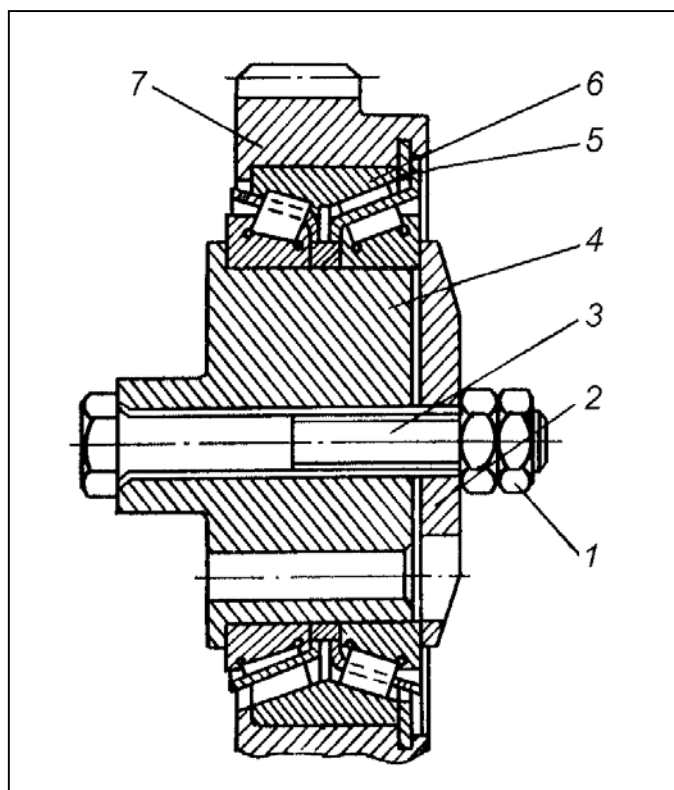

Рис. 11.1. Промежуточная шестерня привода водяного и масляного насосов:
11.5. ЯМЗ-240БМ и модиф. При сборке промежуточных шестерен привода масляного и водяного насосов три отверстия в упорной шайбе 2 (рис. 11.1) и цапфе 4 должны быть совмещены. При затяжке гайки стяжного болта 3 контролировать момент сопротивления проворачиванию шестерни, который должен быть не более 2 Н×м (0,2 кгс×м). Допустимый при этом осевой зазор в роликоподшипнике должен быть в пределах 0,05 –0,10 мм. Раскомплектование составных частей конического роликоподшипника не допускается.